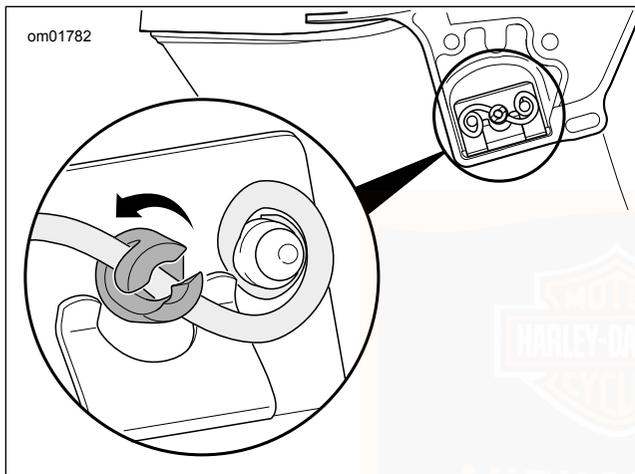

Abbildung 41. Einbau der Befestigungsbolzen (Detailansicht)
3. Siehe Abbildung 41. Die Befestigungsbolzen nach innen drücken und eine Vierteldrehung im Uhrzeigersinn drehen, um den Drahtbügelverschluss einzurasten.